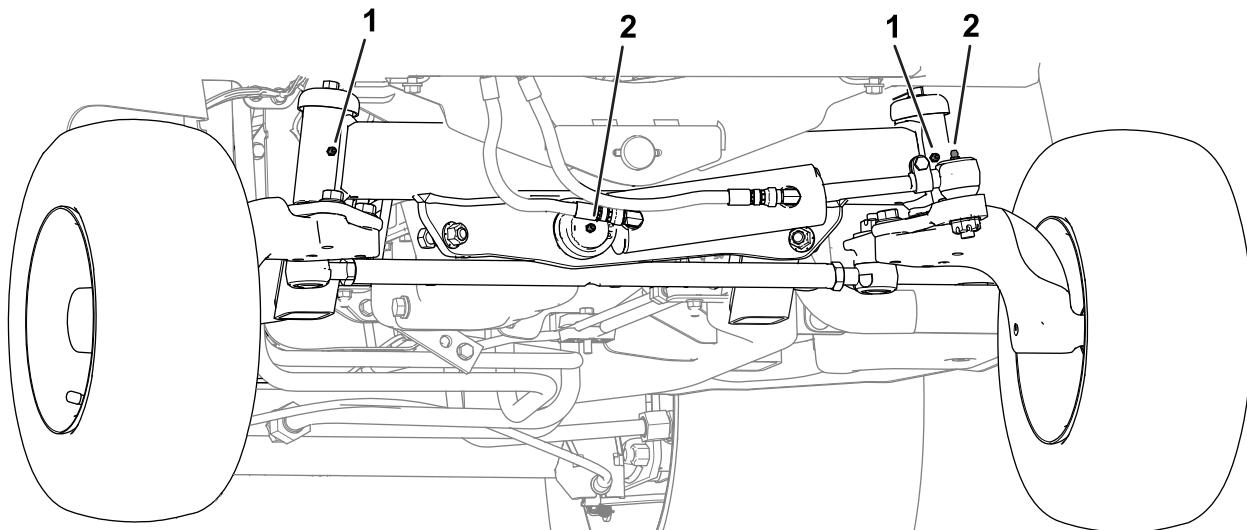

Figura 47
- **Parte trasera de la máquina (Figura 47):**
- Rótula del cilindro hidráulico (2)
- Bujes de las manguetas (2)